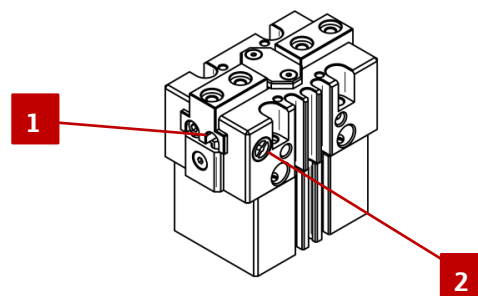

Abb. 9 Einstellung induktiver Sensoren
1. Abdeckung (Abb. 9, 1) mit Spitzzange entfernen.
3. Einstellschrauben (Abb. 9, 2) zur Huberkennung einstellen.